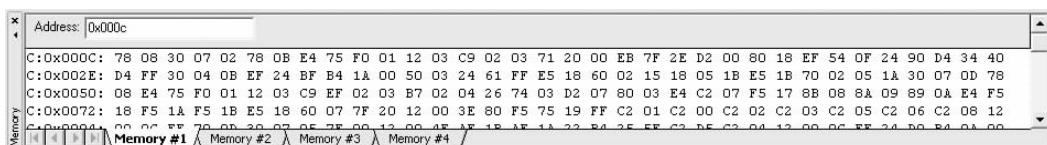

图 2-10 存储器窗口
(4)存储器窗口。View 菜单的 Memory Window 选项用于系统存储器空间的显示/隐藏切换,选择该选项,弹出如图 2-10 所示存储器窗口。在 Address 文本框中输入存储器地址,将立即显示对应存储器空间的内容。输入地址时要指定存储器类型(C、D、I、X 等)。窗口有 Memory #1、Memory #2、Memory #3 和 Memory #4 四个标签,每个标签可指定不同的地址空间。